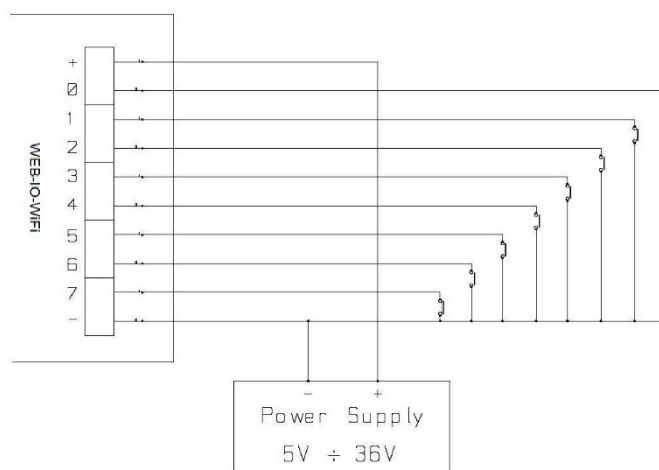

Figura 3a: schema implementazione ingressi: rilevazione della pressione di un tasto o di un'uscita open collector.
- Figura 3a: nel caso in cui gli ingressi debbano rilevare la pressione di un pulsante oppure un'uscita *open collector*.